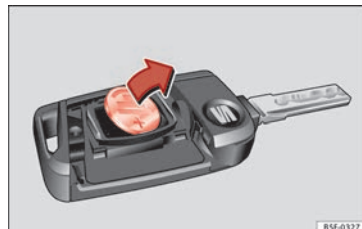

Abb. 134 Fahrzeugschlüssel: Batterie herausnehmen.
- Batterie mit einem geeigneten dünnen Gegenstand aus dem Batteriefach heraushebeln » **Abb. 134**.
- Neue Batterie wie gezeigt ansetzen » **Abb. 134** und entgegen der Pfeilrichtung in das Batteriefach drücken » .